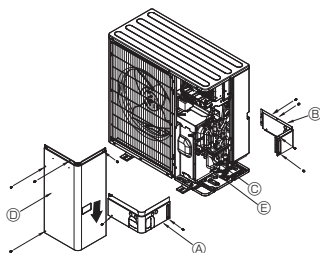

Fig. 5-3
5.3. Conductele de curgere a agentului frigorific (Fig. 5-3)